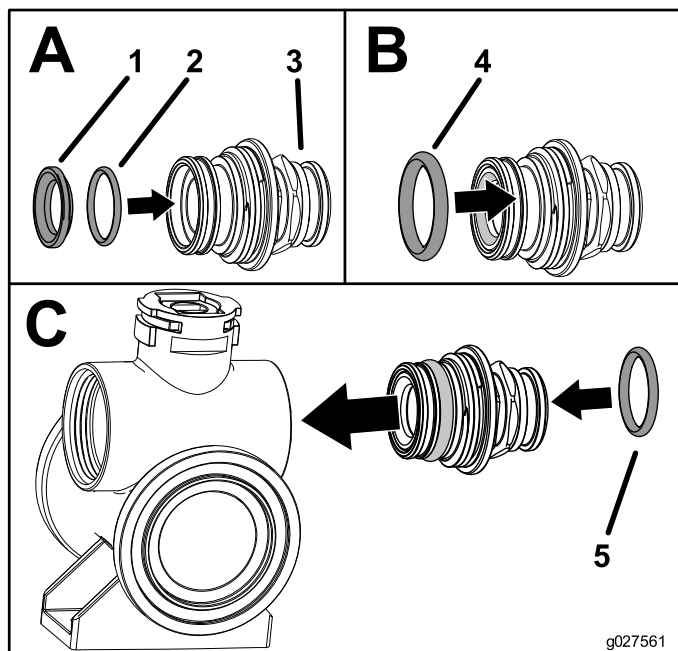

図 6
6. バックシートの Oリングとバルブシートを、エンドキャップのフィッティングに取り付ける 挿入図 A; 図 6。
7. エンドキャップシールの Oリングをエンドキャップのフィッティングに取り付ける 挿入図 B; 図 6。
8. 組みあがったフィッティングをバルブボディに取り付け、エンドキャップのフランジがバルブボディに接触したら、その位置からさらにバルブを 1/8 1/4 回転締め付ける 挿入図 C; 図 6。
9. 出口フィッティングの Oリングをホースのフィッティングに取り付ける 挿入図 C; 図 6。